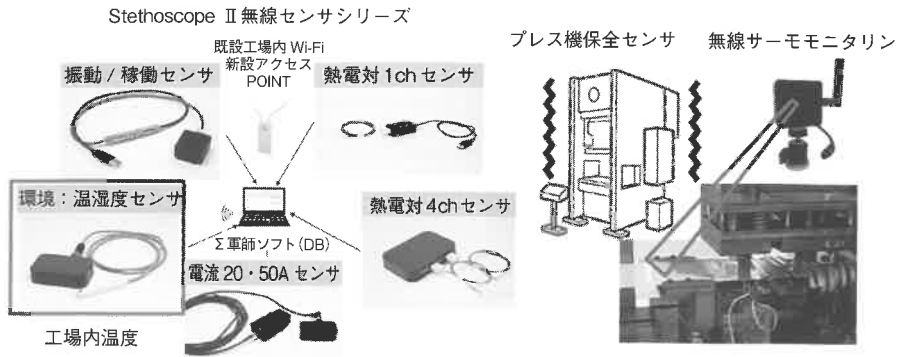

図 11 設備保全・監視用無線センサ「Stethoscope II」と「サーモモニタリン」
「プレスDX」において、その目的は“不良削減”と生産のチョコ停、ドカ停をなくしたいという“予兆保全”のニーズが高い。現状、生産作業でない保全員の経験と勘、五感に頼った日常点検や定期点検が主流であるが、昨今のベテラン職人の退職や多能工化という大きな要因により保全の“質”に不具合が発生している。その対策にデジタルセンシングが脚光を浴びており、①保全員の携帯用無線センサ、②日常点検用常設無線センサ、③局所的なセンシングで「温度・振動・熱電対・電流無線センサ: Stethoscope II」の需要が高い(図11)。